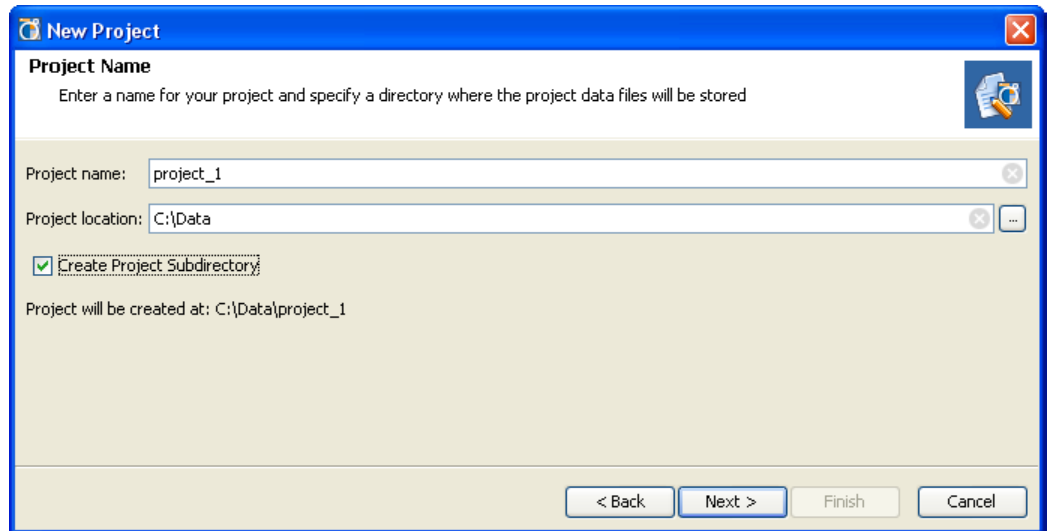

図 3-1 : New Project ウィザード : [Project Name] ページ
- 35 ページの図 3-1 に示す [Project Name] ページが表示されます。